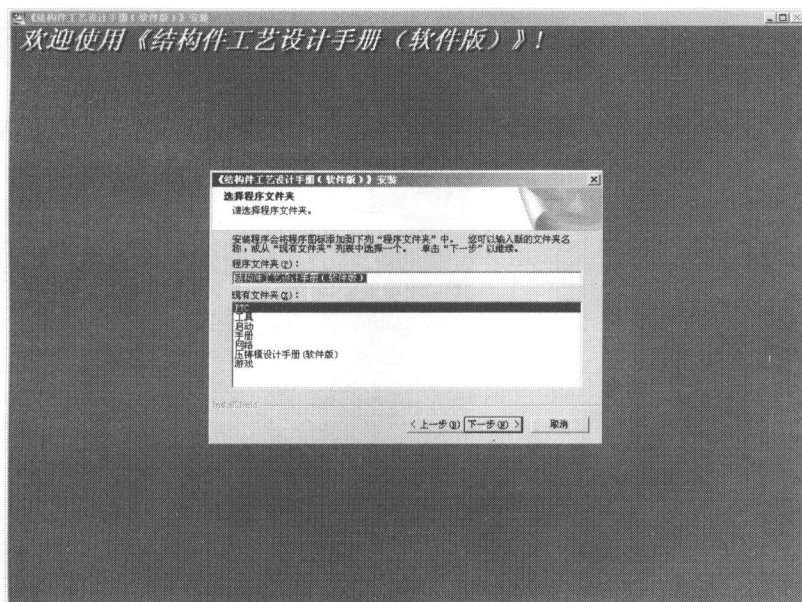

图 1-8 选择程序文件夹界面
(8) 单击“下一步”按钮，进入如图 1-8 所示的选择程序文件夹界面。您可以输入新的文件夹名，或从现有文件夹列表中选择。